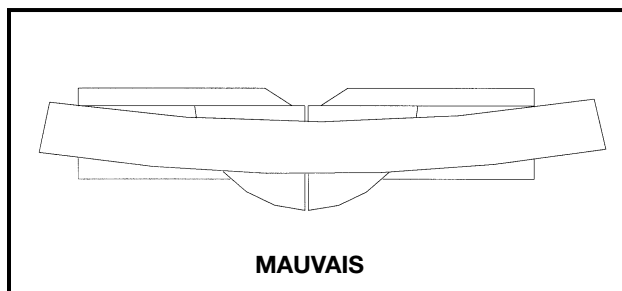

Fig. 40
2. Si la pièce est placée de la mauvaise façon, comme l'illustre la fig. 40, elle coince la lame vers la fin de la coupe.